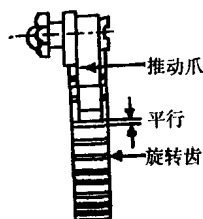

图 9
(1) 推动爪尖端应与旋转齿尖平行，如图9所示。
(2) 爪弹簧对齿面的压力，在推动爪前端弯曲处测量